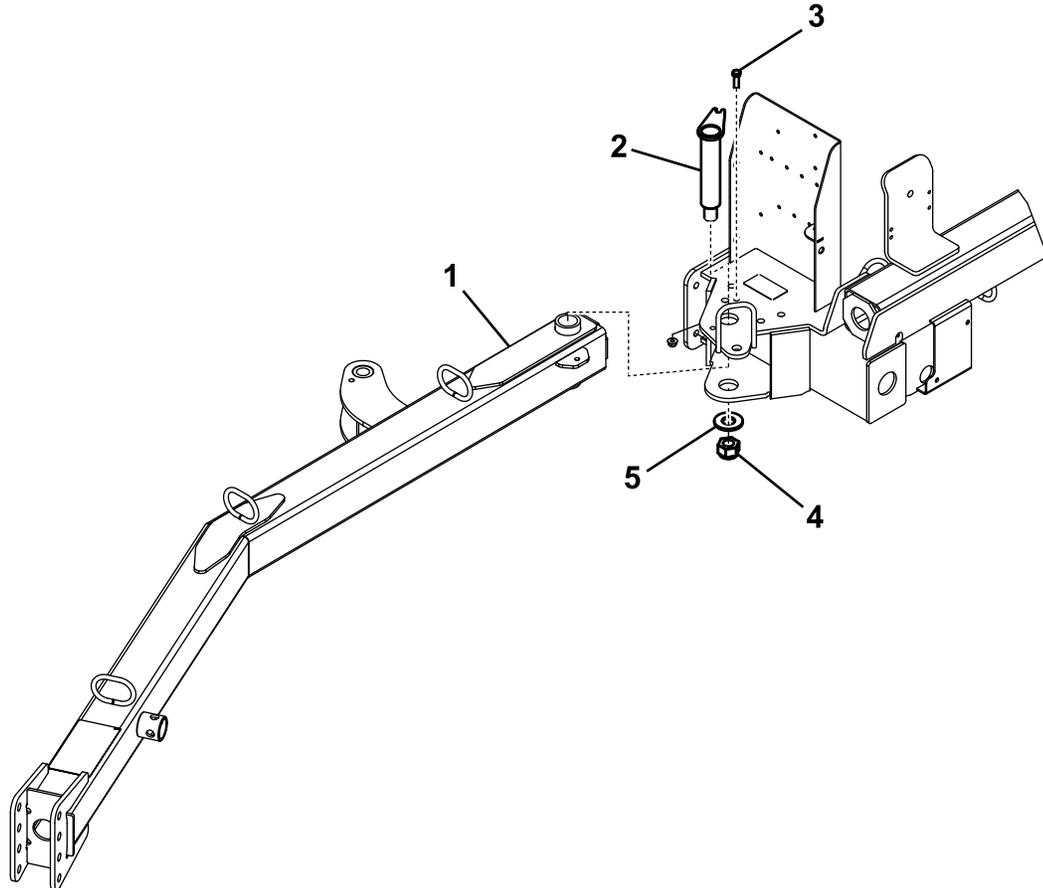

図3
1. ヒッチトングの後端部をスイーパの取り付けプレートの中に入れ、取り付け穴を整列させる図図3。
2. 取り付けプレートとヒッチトングにヒッチピンを通す図3。
3. ヒッチピンの上部を取り付けプレートに固定するボルト3/8 x 1-1/4 インチとロックナット3/8 インチを使用する図3。
4. ヒッチピンの下部を固定する大きいワッシャ、大きいナット、角頭の固定ねじを使う図3。